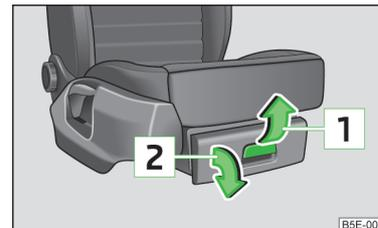

Abb. 73
› Den Griff in Pfeilrichtung  » Abb. 73 ziehen.
- Das Fach am Griff fassen und entgegen der Pfeilrichtung  » Abb. 73 schließen.